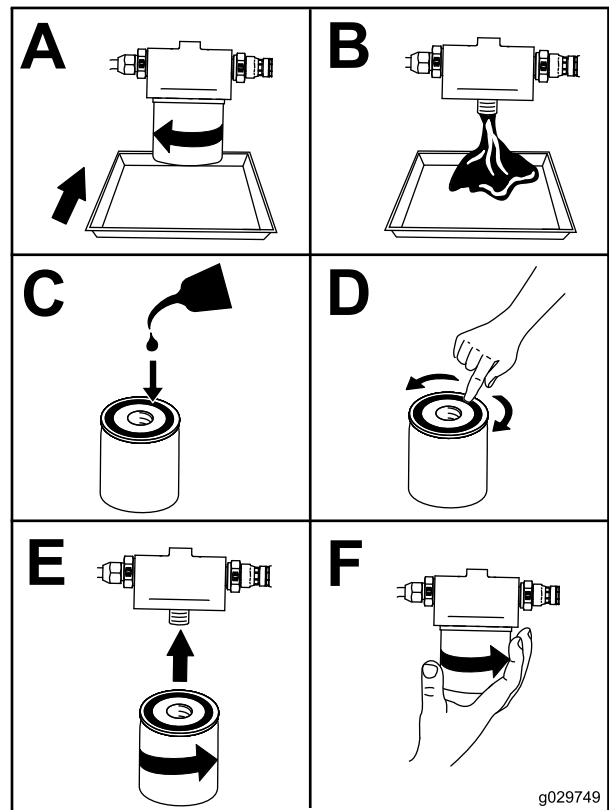

Рисунок 47
4. Замените масляный фильтр (Рисунок 47).